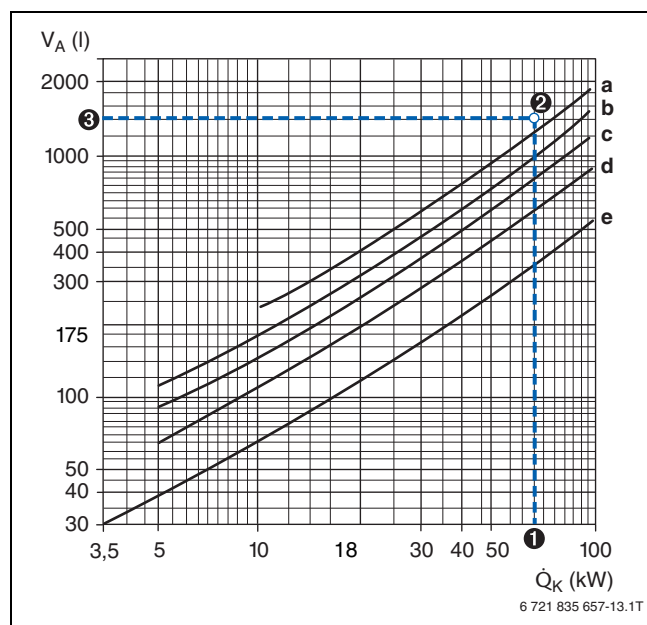

Bild 17 Anhaltswerte für den durchschnittlichen Wasserinhalt von Heizungsanlagen (nach ZVH-Richtlinie 12.02)
In Abhängigkeit von verschiedenen Parametern der Heizungsanlage lässt sich das Anlagenvolumen aus Bild 17 ablesen.
- ❸ Gesamtwasserinhalt der Anlage = 1400 l (→ Bild 17, Kurve a)
Das nach Punkt ③ aus dem Bild 17 abgelesene Anlagenvolumen muss kleiner sein als das maximal zulässige Anlagenvolumen ④. Trifft das nicht zu, ist ein größeres Ausdehnungsgefäß zu wählen.
- ① Vorlauftemperatur (→ Tabelle 9): $\vartheta_V = \leq 50 \text{ °C}$
- ② Vordruck des AG (→ Tabelle 9): $p_0 = 1,5 \text{ bar}$
- ③ Anlagenvolumen (→ Bild 17): $V_A = 1400 \text{ l}$
- ④ Erforderlich ist ein AG mit 80 l Inhalt (→ Tabelle 9), weil hierfür das nach Bild 17 ermittelte Anlagenvolumen ③ kleiner als das maximal zulässige Anlagenvolumen ist.